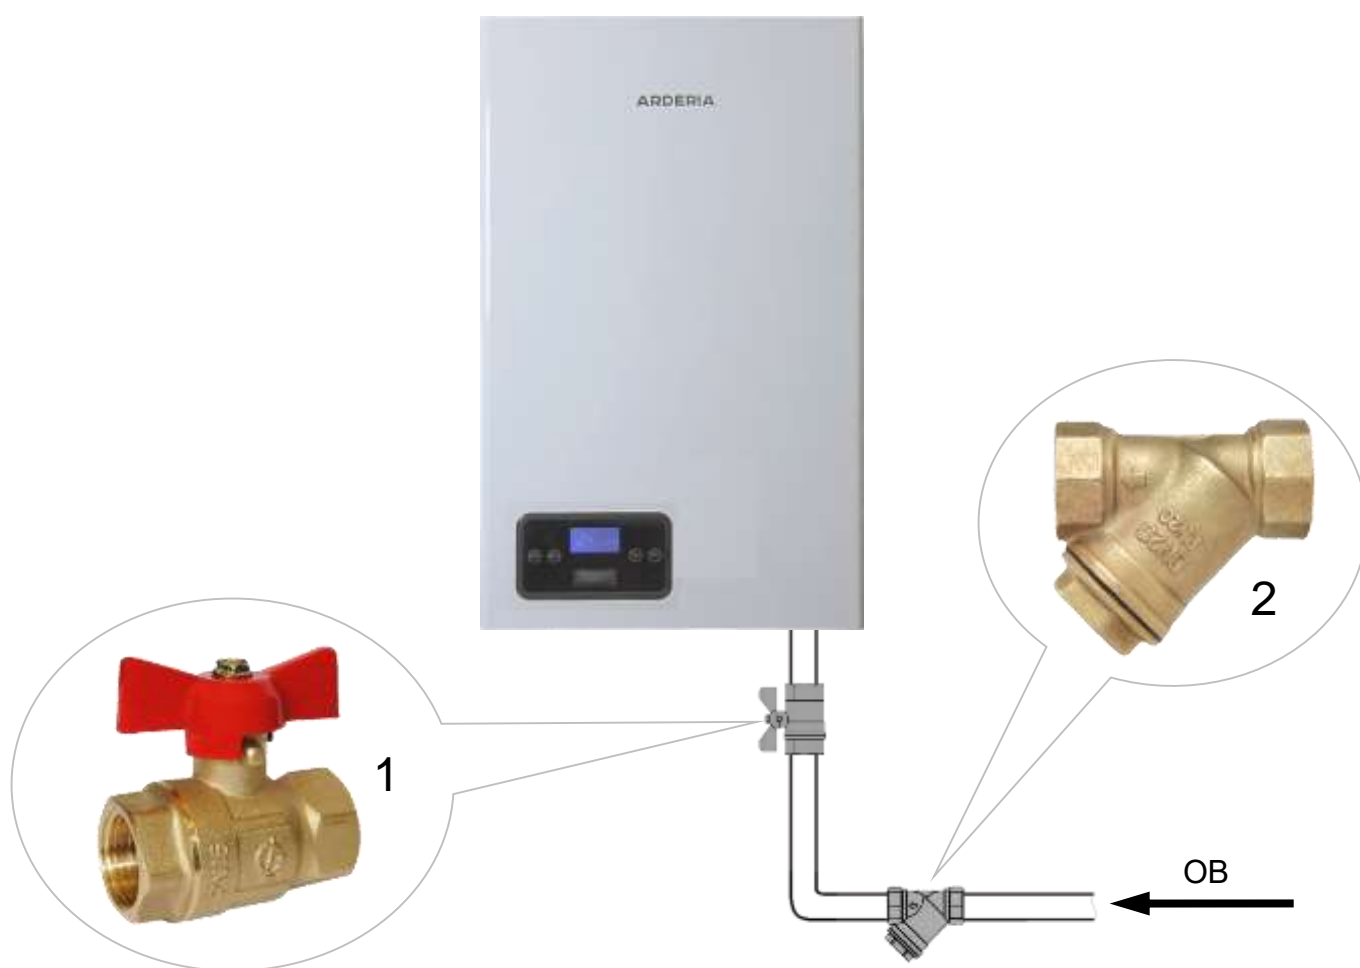

Рис. 19 Монтаж труб системы отопления
- Для осуществления ТО электродвигателя, **рекомендуется** перед присоединительными патрубками котла установить запорные краны, которые **должны** быть расположены так, чтобы их поворотные ручки были доступны (см. рис. 19).